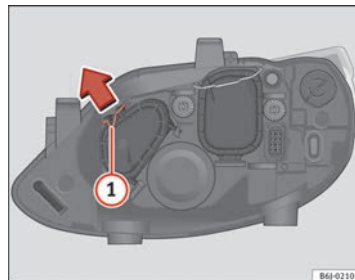

Fig. 161 Luci di posizione
- Far scorrere il tirante ① nel senso della freccia e sfilare la chiusura ⇒ fig. 161.